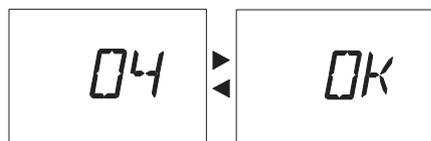

Рис. 40
- 7 Через 5 секунд после ввода желаемого значения **Внешне-го водонагревателя** или **Только отопления** произойдет автоматическое сохранение настройки, после чего на ЖК-дисплее отобразится надпись **OK** (Рис. 40) в качестве подтверждения сохранения.